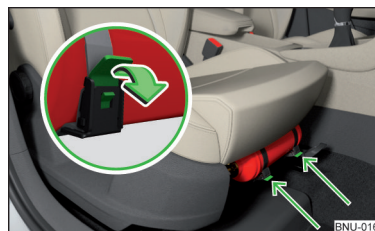

Fig. 316
- Pentru **scoaterea** extinctorului, desprindeți siguranțele de la cele două chingi în sensul săgeții » fig. 316 și scoateți extinctorul.